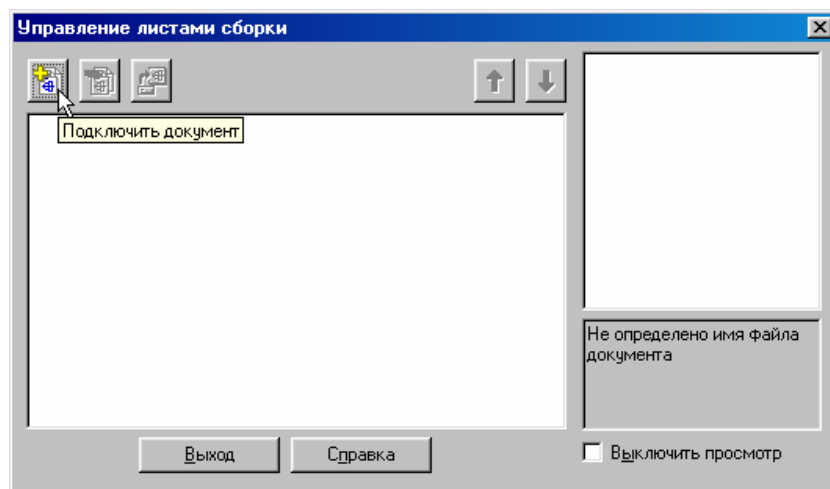

Рис. 31
3. Подключите новую спецификацию к сборочному чертежу. Сделайте активным окно спецификации. Выполните команду **Сервис – Управление листами сборки**. В диалоговом окне Управление листами сборки щелкните на кнопке **Подключить документ**, рис. 31.